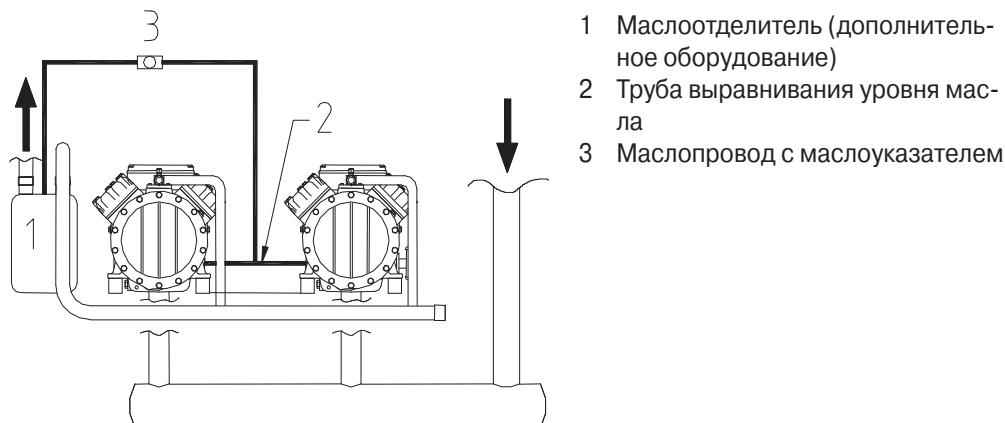

Рис. 4. Конструкция системы выравнивания уровня масла
Компрессоры соединены трубой выравнивания уровня масла (поз. 2, рис. 4).
- Маслоотделитель (поз. 1, рис. 4, дополнительное оборудование):
Маслоотделитель встроен в нагнетательную магистраль агрегата. Его основная функция – задерживать масло, которое уносится из картера нагнетаемым хладагентом, и предотвратить распространение масла по остальному контуру. Задержанное в маслоотделителе масло возвращается в компрессоры через трубу выравнивания уровня масла (поз. 2, рис. 4).
- маслопровод (поз. 3, рис. 4) между маслоотделителем и компрессорами
- труба выравнивания уровня масла (поз. 2, рис. 4), перед каждым компрессором
- Масло, которое уносится из картера нагнетаемым хладагентом, отделяется в маслоотделителе (поз. 1 на рис. 4, стр. 4-8) на последовательно установленных сетках и маслоотбойниках.
Маслоотделитель (поз. 1, рис. 4, стр. 4-8), является дополнительным оборудованием только для 2-компрессорных агрегатов. Маслоотделитель встроен в нагнетательную магистраль агрегата. Его основная функция – задерживать масло, которое уносится из картера нагнетаемым хладагентом, и предотвращать распространение масла по остальному контуру. Задержанное в маслоотделителе масло возвращается в компрессоры через трубу выравнивания уровня масла (поз. 2, рис. 4, стр. 4-8).